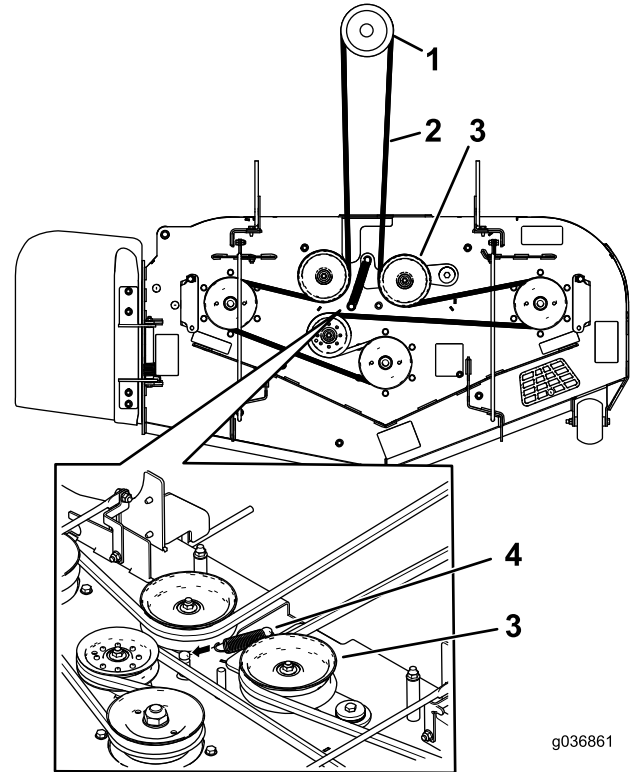
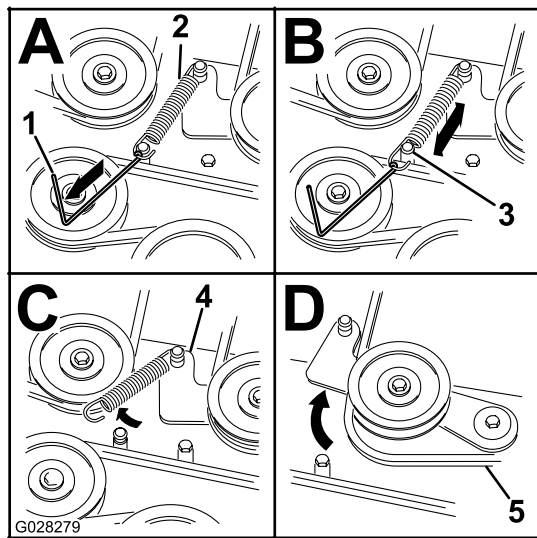
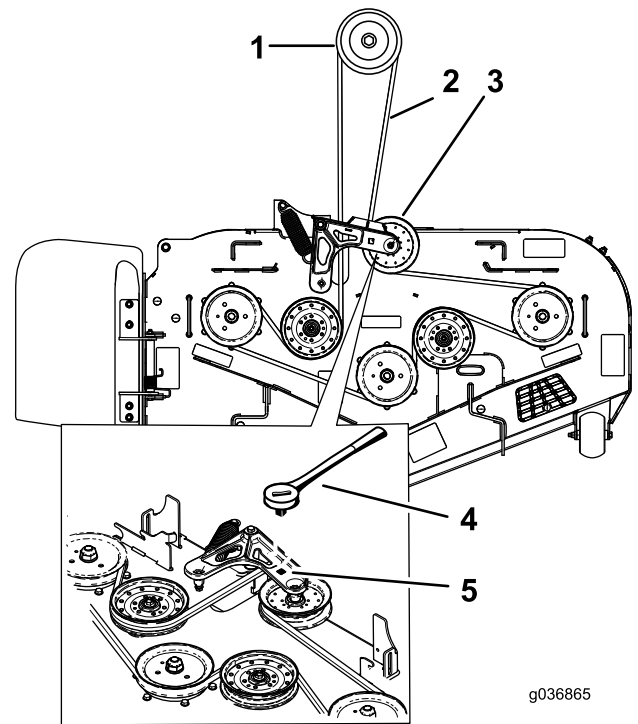

Figura 92
Figura 93
Figura 94
7. Pase la correa nueva alrededor de las poleas del cortacésped y de la polea del embrague, debajo del motor (Figura 92 o Figura 94).
5. Quite la tensión del muelle de la polea tensora tensada con muelle. Consulte Figura 93 o Figura 94.
Nota: Para carcasas de corte Serie 1500 y 2000, use la herramienta para retirar muelles (Pieza Toro N° 92-5771) para quitar el muelle del espárrago de la carcasa de corte (Figura 93).
Nota: Para carcasas de corte Serie 2500, utilice una llave de carraca en el taladro cuadrado del brazo tensor para aliviar la tensión del muelle tensor (Figura 94).
8. Instale el muelle tensor (Figura 92 o Figura 94).